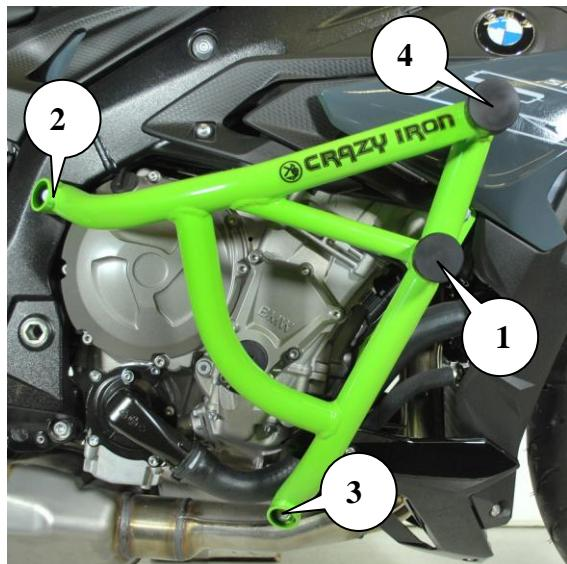

Рис.1. Установленная клетка вид справа
2. Приложите правую половину клетки к точке крепления правой стороны 1 (к уху, как это показано на рис.1).
5. Совместите крепежные отверстия на мотоцикле с монтажным отверстием в клетке точки №2 (см. рис.1) на правой стороне мотоцикла. Клетка при этом предварительно зафиксирована в точке №1.